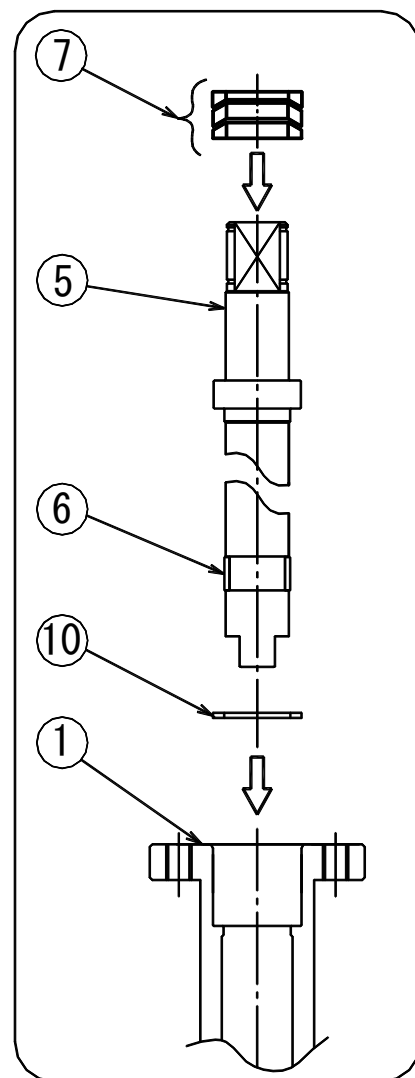
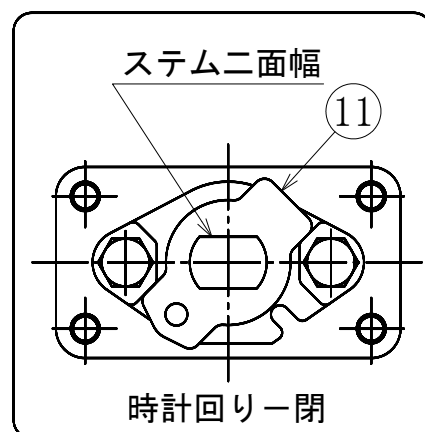

図 1
図 2
- 8) 図 1 を参照して、入れる方向を確認し、グランドパッキン⑦をステム⑤に装着する。
- 9) グランドキャップ⑧にグランドベアリング⑩を装着する。
- 10) 断面図を参照し、グランドキャップ⑧をキーロック穴を下側にして、ボディ①のグランド部に装着する。
- 11) ボルト・SW⑮ 2 本を片締めにならないように締め過ぎないように交互に締め付ける。
- 12) 図 2 を参照して、ステム⑤の二面幅方向を確認し、時計方向に回すと閉になるようにストッパ⑪を取り付ける。
- 13) 手動弁で、ハンドルを固定する場合、ハンドルを取付の上、スナップリング⑭をスナップリングプライヤを用いて、ステム⑤の手前の溝にはめ込む。手動弁で、ハンドルを取り外して使用する場合、および駆動装置付きの場合、スナップリング⑭を、ステム⑤奥の溝にはめ込む。
- 14) ボディキャップ②にガスケット⑬を装着し(ガスケット⑬が落ちる場合は、ボディ①のガスケット溝にガスケット⑬を入れる)、相マークに従ってボディ①に装着する。この時、ガスケット⑬をかみ込ませないように注意して装着のこと。ガスケット⑬をかみ込ませたり、正しくボディ①、ボディキャップ②に装着されていなかったりすると漏れの原因になります。
- 15) スタッドボルト⑯にナット⑰を全てねじ込む。
- 16) ナット⑰を安全に締め付けできるように作業台に固定するなど、配慮する。また、ボールが完全に閉になっていることを確認する。